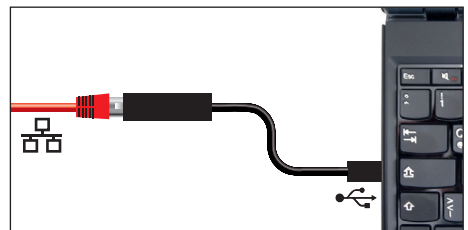

Fig. 7 Convertidor Ethernet–USB
- ▶ Convertidor Ethernet–USB (Fig. 7). Esta pieza permite conectar la conexión de red del equipo (véase la página 13) con la conexión USB de un PC/ordenador portátil.